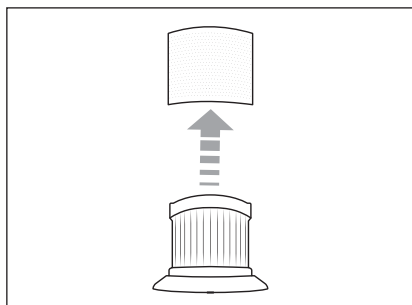

Fig. 12
- 3) Retire o filtro de aço inoxidável **6** do filtro EPA **5** (ver fig. 12).